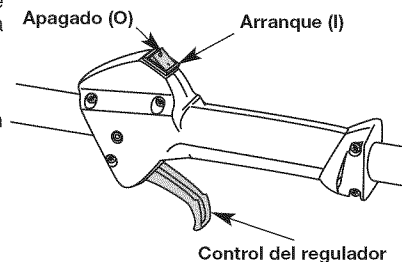

Fig. 10
NOTA: No hay necesidad de arrancar la unidad. El control de Encendido/Apagado está en la posición ENCENDIDO (I) en todo momento (Fig. 10).
2. Coloque el control de encendido y apagado en posición de APAGADO (O) (Fig. 10).